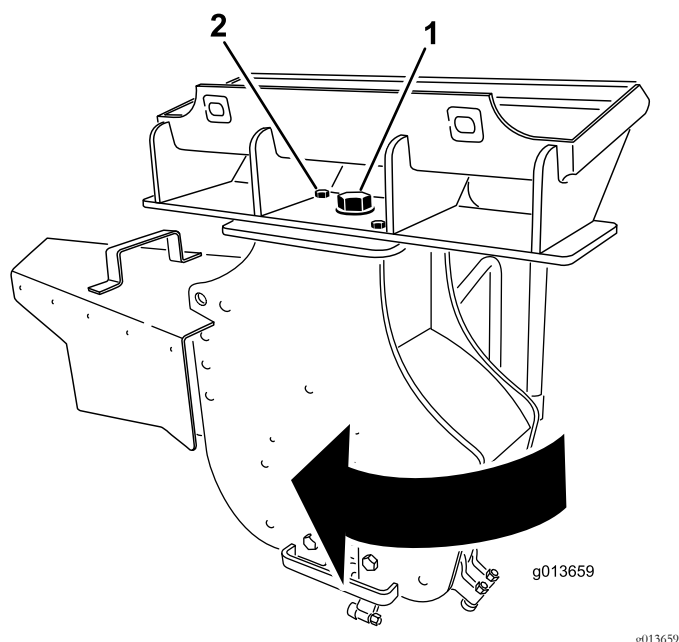

Figure 13
3. Desserrez le gros boulon au sommet de la broyeuse (Figure 13).
4. Retirez le boulon et l'écrou avant qui fixent la broyeuse (Figure 13).
5. Faites pivoter la broyeuse de 30 degrés dans le sens horaire (Figure 13).
6. Serrez le gros boulon au sommet de la broyeuse à 406 N m, comme montré à la Figure 13.
7. Placez le boulon et l'écrou dans le trou avant et serrez-les à 101 N m, comme montré à la Figure 13.
13. Desserrez le gros boulon au sommet de la broyeuse (Figure 13).
14. Retirez le boulon et l'écrou avant qui fixent la broyeuse (Figure 13).
15. Faites pivoter la broyeuse de 30 degrés dans le sens antihoraire (Figure 13).
16. Serrez le gros boulon au sommet de la broyeuse à 406 N m, comme montré à la Figure 13.
17. Placez le boulon et l'écrou dans le trou avant et serrez-les à 101 N m, comme montré à la Figure 13.